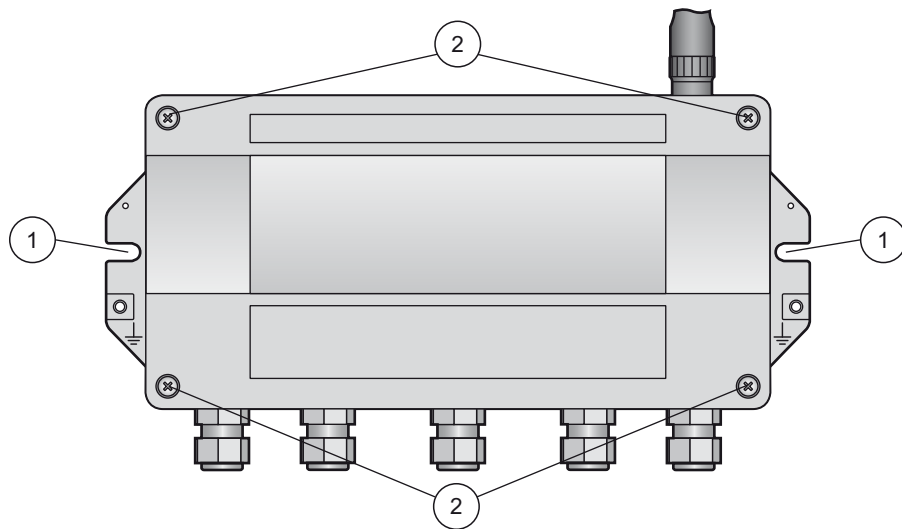

Abb. 4-5: Montagebohrungen und Gehäuseschrauben
3. Lösen Sie die 4 Schrauben der Gehäuseabdeckung und entfernen Sie die Gehäuseabdeckung. Siehe Abbildung 4-5 auf Seite 22.
2. Lösen Sie die Schrauben der Gehäuseabdeckung und entfernen Sie die Gehäuseabdeckung. Siehe Abbildung 4-5 auf Seite 22.